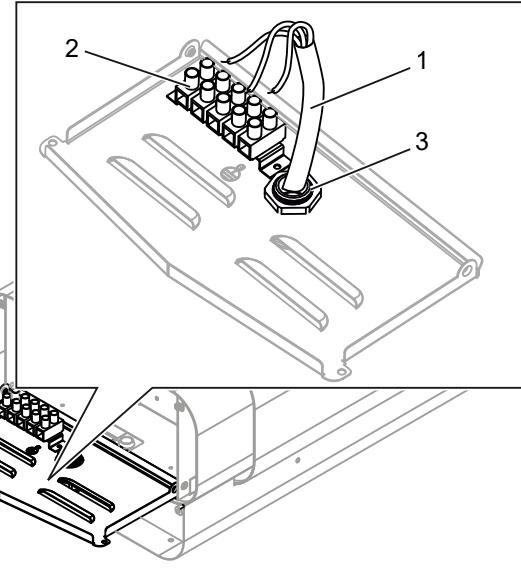
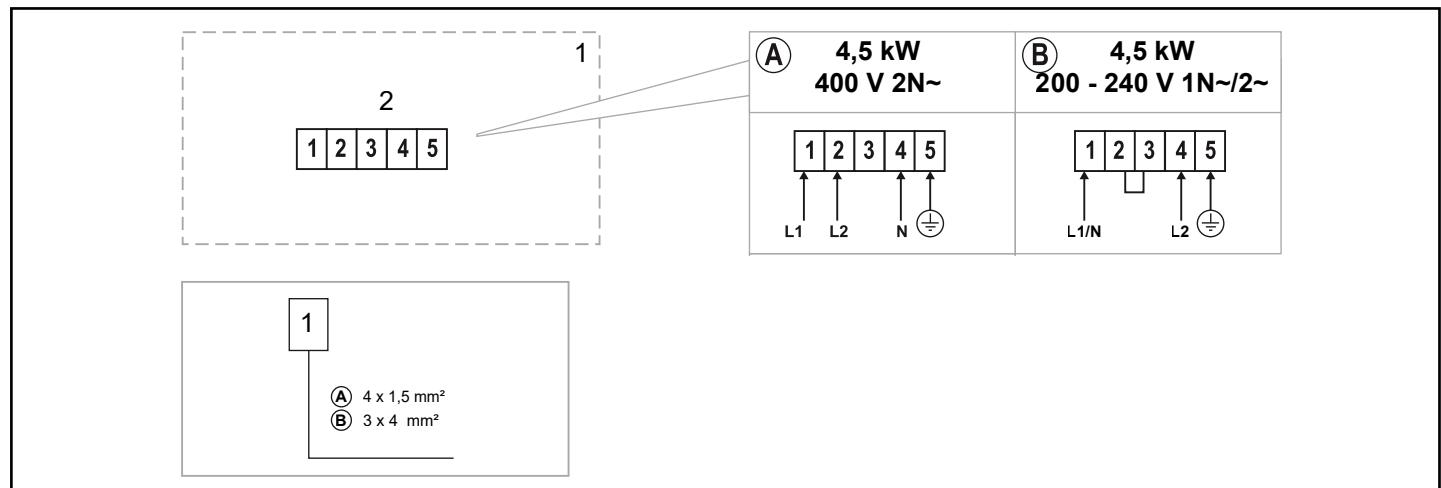

Fig 6: Inkoppling
Fig 19: Kopplingsschema
3. Fäst dragavlastaren (3) och anslut elkabeln (1) i plint (2) (se Fig 6) enligt kopplingsschema (se Avsnittet Anslutning/kopplingsschema, se fig 19).